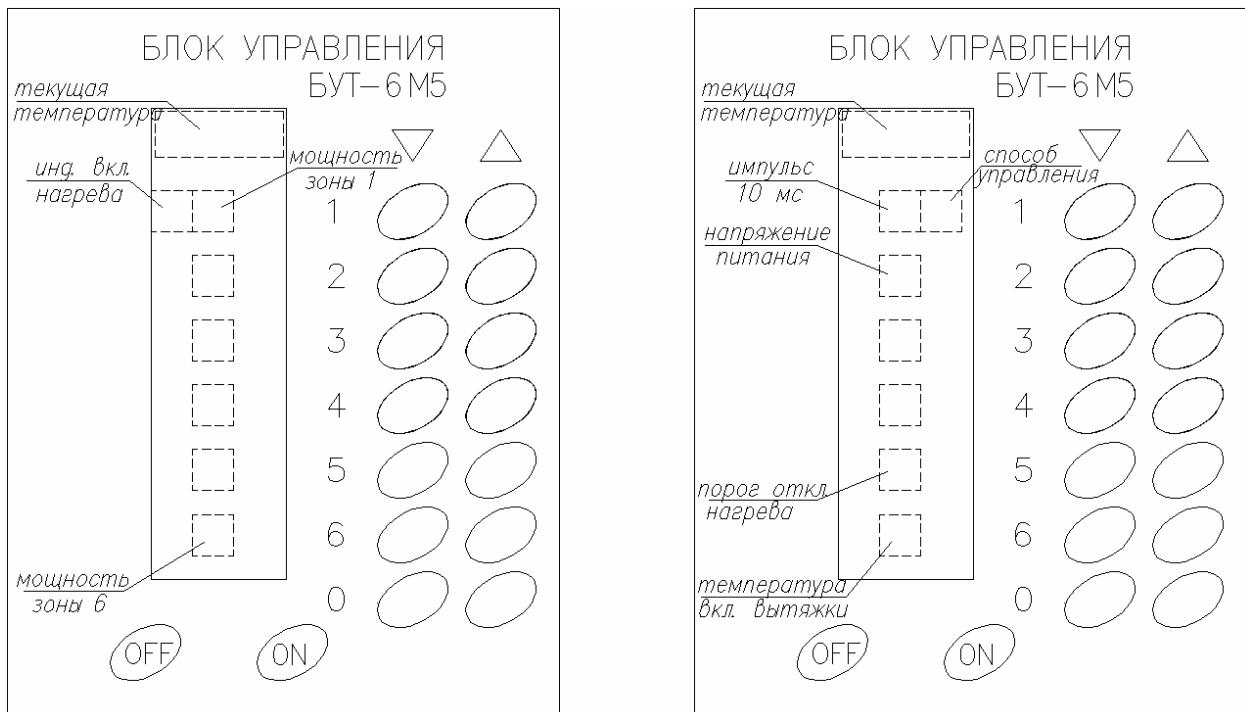

Рис. 1. Расположение информации на табло.
Расположение информации на табло в рабочем и сервисном режимах приведено на рис.1.
6.7. Включите питание термопечи, переведя защитный автомат в положение **ВКЛ.**, и проверьте наличие подсветки и показаний на табло индикации (рис. 1).
6.8. Прикасаясь пальцем к сенсорным площадкам **▼** или **▲** соответствующих зон нагрева, установите требуемые относительные значения мощности по каждой из зон (рис.1). Сенсорная клавиатура функционирует следующим образом.
Проверьте значение температуры аварийного выключения нагрева (рис. 1) и при необходимости с помощью сенсорных площадок **▼** и **▲** зоны **«5»** установите требуемое значение температуры в диапазоне от 180 до 220°C.
Проверьте значение температуры включения вытяжного вентилятора (рис. 1) и при необходимости с помощью сенсорных площадок **▼** и **▲** зоны **«6»** установите требуемое значение температуры в диапазоне от 70 до 160°C.
Проверьте способ управления подачей мощности на нагревательные элементы (рис. 1), и при необходимости прикасаясь к сенсорным площадкам **▼** и **▲** зоны **«1»** установите показания **«Ф»** - фазо-импульсный или **«Ч»** - число-импульсный.
6.10. Включите нагрев печи, коснувшись площадки **ON**. О включении нагрева свидетельствует пиктограмма  в 1-ой зоне (рис.1). Визуально убедитесь в свечении инфракрасных ламп.
7.2. Включите нагрев, коснувшись пальцем площадки **ON**. О включении нагрева свидетельствует пиктограмма  в 1-ой зоне (рис.1). Прогрейте термопечь до необходимой температуры.